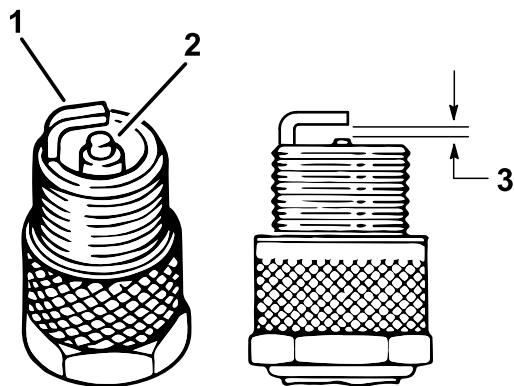

Figure 101
4. Vérifiez l'état des électrodes latérale et centrale, ainsi que de l'isolateur de l'électrode centrale (Figure 101).
5. Réglez l'écartement entre les électrodes centrale et latérale à 1 mm (0,04 po), comme montré à la Figure 101.